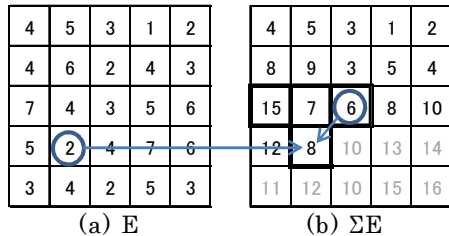

図3 エネルギーマップ
- (1) 画素 $I(x, y)$ のエネルギー $E(x, y)$ を画素値とするエネルギーマップ E を作成する (図 3(a))。
- (2) シームの候補となる経路のエネルギー $\Sigma E(x, y)$ (最上段の行の画素から着目画素 $I(x, y)$ に至る経路上のエネルギーの総和) を画素値とするエネルギーマップ ΣE を作成する (図 3(b))。シームの候補の決定は、図 3(b) に示すように、着目画素の 1 行上の隣接 3 画素のうち、 $\Sigma E(x, y)$ が最小の画素を選択していくことで行う。